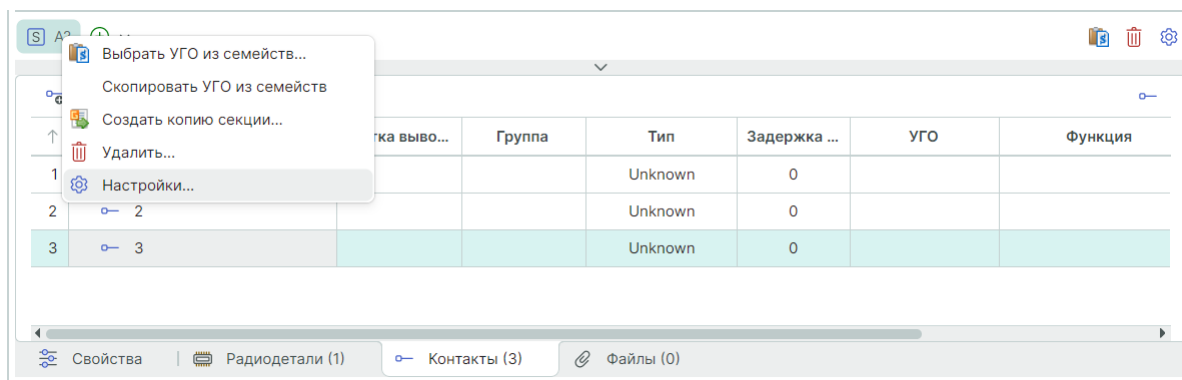

Рис. 235 Вызов окна настроек схемного представления
1. Вызовите окно настроек из контекстного меню секции или с помощью символа , расположенного в правой части редактора, см. Рис. 235.